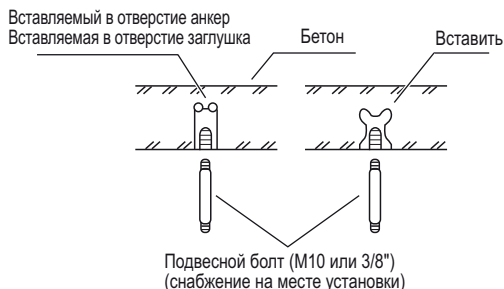

Рис.3-3
- Вставьте подвесные болты (Рис. 3-3) или
- (2) Закрутите подвесные болты таким образом, чтобы они выступали из потолка (Рис. 3-3). (В случае необходимости сделайте вырез в материале потолка.)